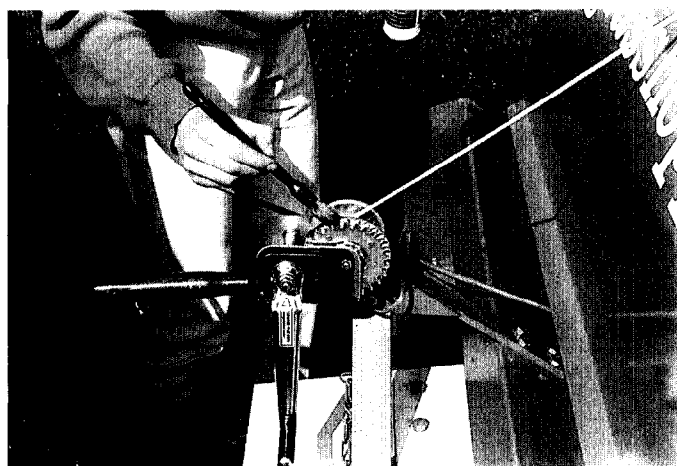

fig. 25
- Gearhjul på håndsvingsanordningen, når beholderen tømmes manuelt (Fig. 25)